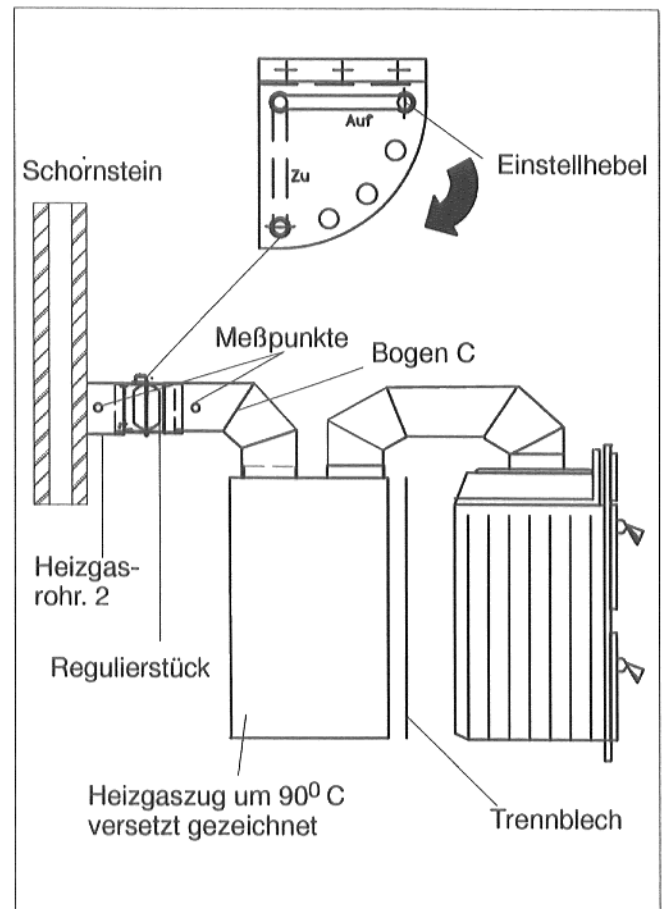

Abb.1
- Zwei Meßpunkte sind einzurichten (Abb.1).
- Das Regulierstück wird am Ausgang des Bogens C in **waagerechter** Stellung eingesteckt (Abb. 1). Bei senkrechtem Einbau ist die Funktion **nicht** gewährleistet.
Die Einstellung des Förderdruckes wird am Einstellhebel (Abb.1) an der Außenseite des Regulierstückes vorgenommen. Dazu ist der Einstellhebel leicht herauszuziehen und dann in die entsprechende Öffnung einzustecken.